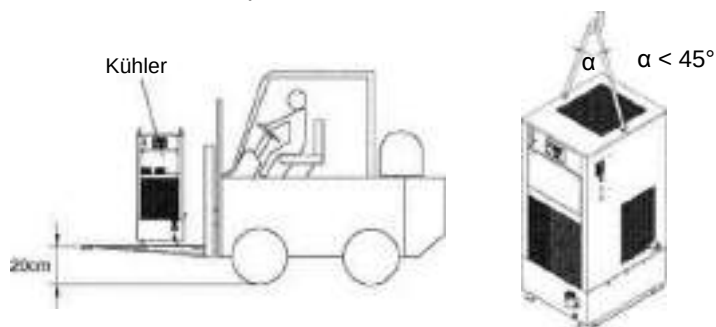

Abb.7-13: Transport
- ➔ Achten Sie bei einem Transport mit einem Gabelstapler darauf, dass die Kühleinheit gut ausbalanciert ist und nicht höher als 20 cm über den Boden angehoben wird. (Bitte beachten Sie ☞ Abb.7-13:)
- ➔ Während dem Anheben müssen alle Mitarbeiter einen Sicherheitsabstand von der Hebevorrichtung einhalten, die Hebeschlingen dürfen nicht zu kurz sein, der innere Winkel der Hebeschlingen oder des Drahtseiles darf nicht kleiner als 45° Grad betragen. (Bitte beachten Sie ☞ Abb.7-13:)